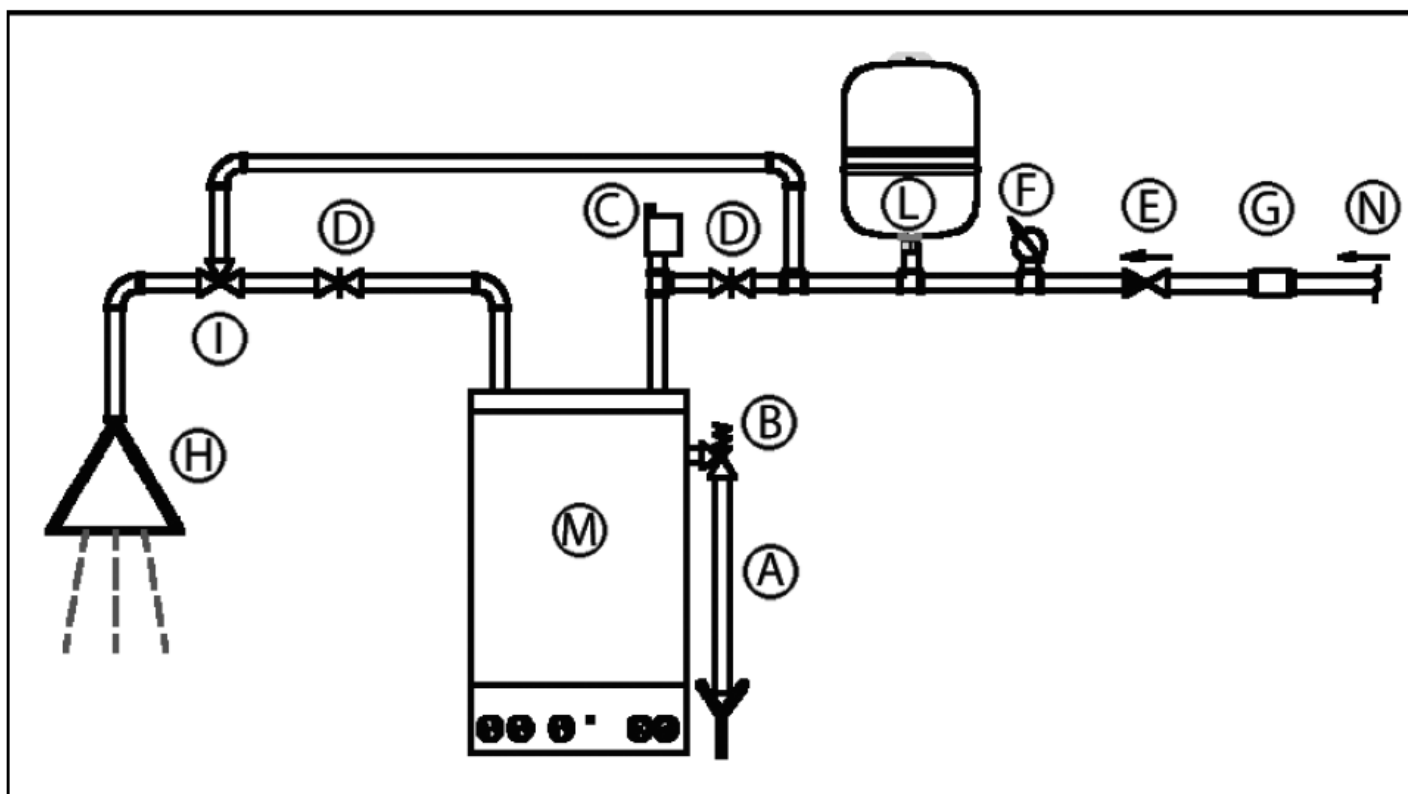

Fig. 2
- Varmvattenberedarsystem: Punkten mellan varmvattenberedaren och återströmningsskyddet, backventilen eller reduceringsventilen. (Fig. 2)